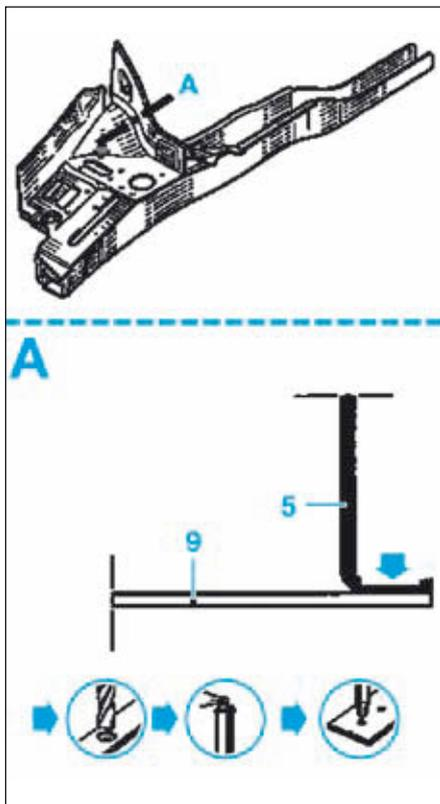
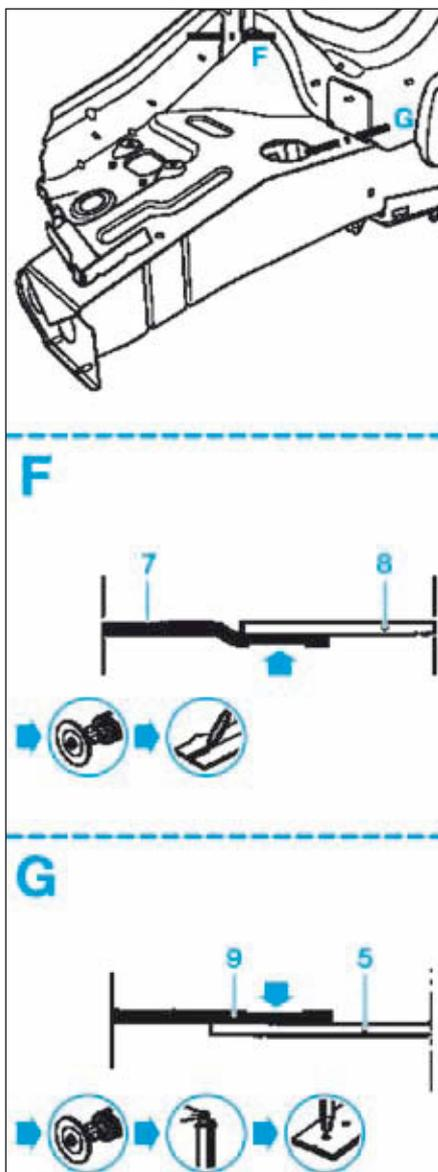
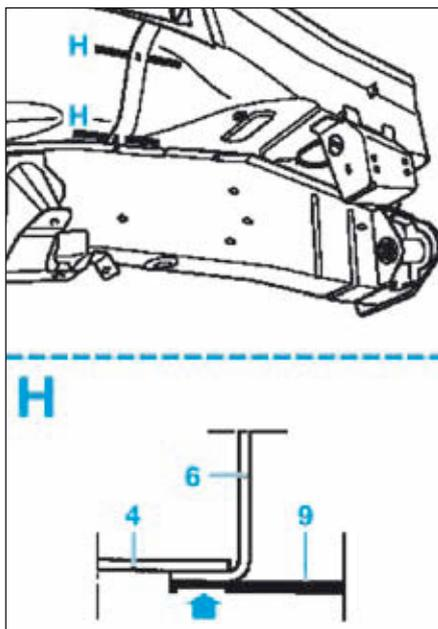

FIG.1
FIG.3
FIG.4
- Fraiser comme illustré (Fig.1), (Fig.2), (Fig.3) et (Fig.4).
- Percer avec un foret pour un soudage ultérieur par points (Fig.1), (Fig.2), (Fig.3) et (Fig.4).
- points bouchons MIG (Fig.1), (Fig.2), (Fig.3) et (Fig.4),